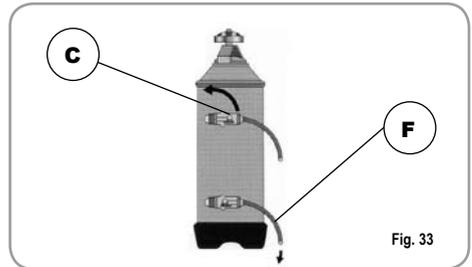

Fig. 33
2) Rimettere il tappo e riposizionare la leva C verso sinistra (Fig. 33), lasciando scaricare l'acqua salata dal tubo F finché non ritorni dolce (circa 1/2 ora).